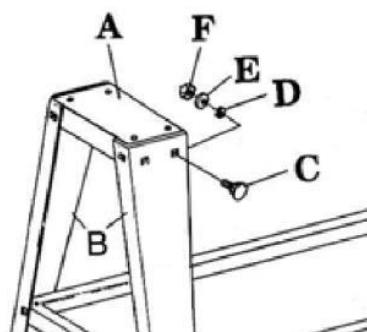

Рис. 2
Прикрутите верхнюю часть опоры (A) к стойке (B) с помощью трех болтов M8x16 (C), трех плоских шайб 8 (D), трех контратворшайб 8 (E) и трех шестигранных гаек M8 (F). Верхняя часть опоры должна быть помещена внутри стойки (Рис. 2).